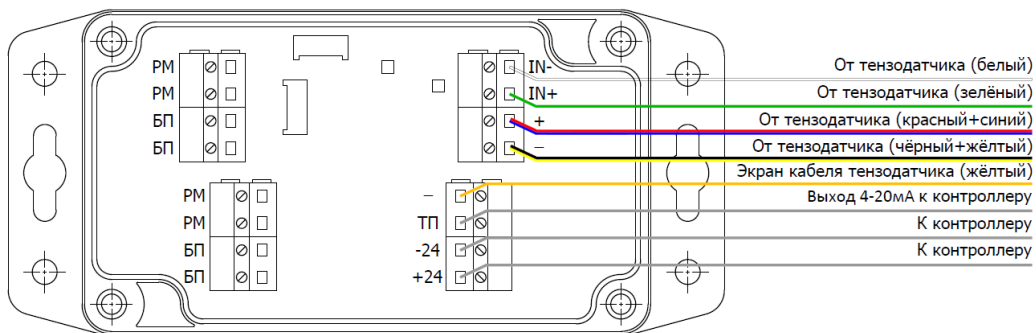

Рис.15 Схема подключения 6-ти проводного тензодатчика.
5.1 Расположение органов управления настройки и индикации АУПД указано на рис.15